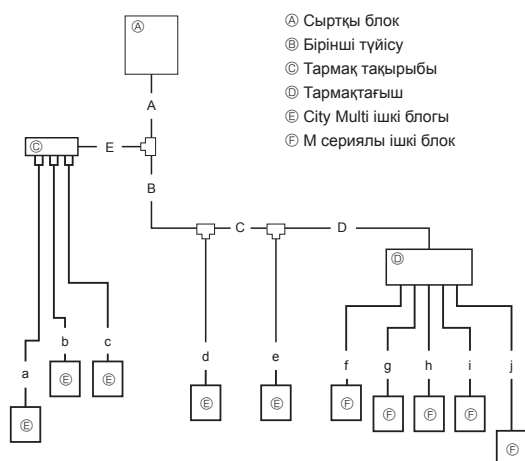

Fig. 4-7
4.1.3-4 Құбыр өлшемін таңдау (Fig. 4-7)